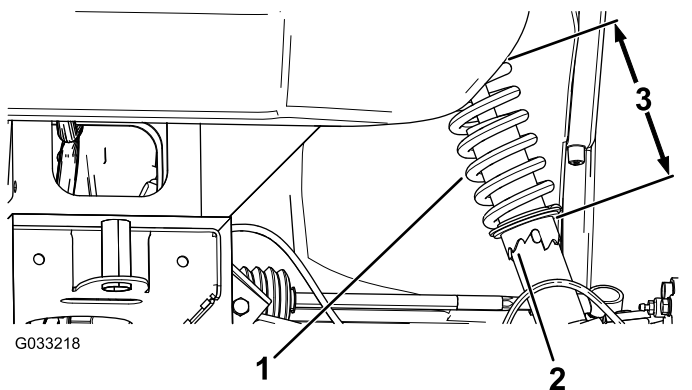

Рисунок 48
2. Если развал не отрегулирован, используйте ключ, чтобы повернуть кольцо на амортизаторе для выравнивания колеса (Рисунок 48).